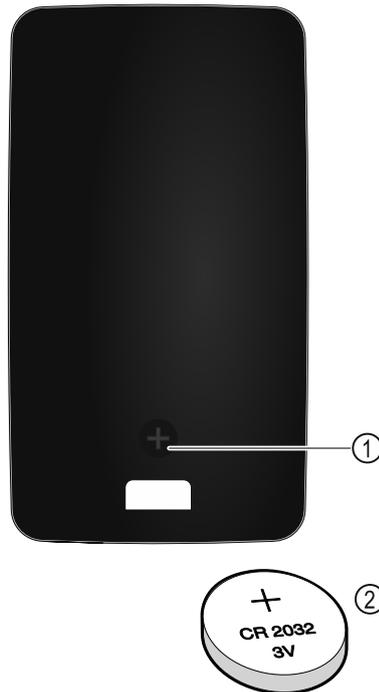

Fig. 260
Η τροφοδοσία ρεύματος του τηλεχειριστηρίου πραγματοποιείται από μια μπαταρία του τύπου CR 2032 με 3V Fig. 260 (2), η οποία είναι διαθέσιμη στο εμπόριο.
- ▶ Ξεβιδώστε τη βίδα Fig. 260 (1) στην πίσω πλευρά του τηλεχειριστηρίου.